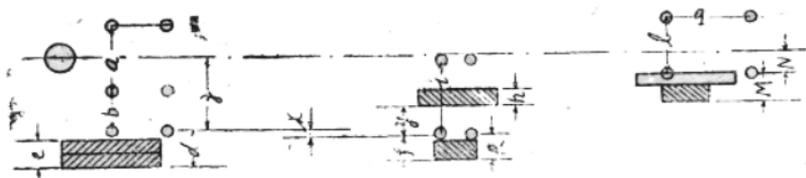

图 2. KAM-500型鑽机配帶 25HP 柴油机与中間軸的計算及尺寸示意图
B. 按例图 2 的計算方法来安排地樑与螺絲桿 ( K A M-500 型 25HP中間軸)。